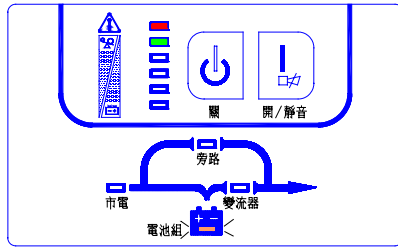

FIG3.3-14 CHARGER BAD
(2)CHARGER BAD:蜂鳴器長鳴,燈號顯示如下FIG3.3-14: